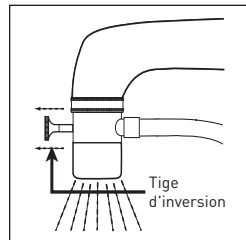

Figure 5
- Positionnez le bec verseur de façon à ce que l'eau coule dans l'évier. Pour faire passer l'eau du robinet à travers le système, ouvrez le robinet d'eau froide et tirez la tige d'inversion (voir figure 5).